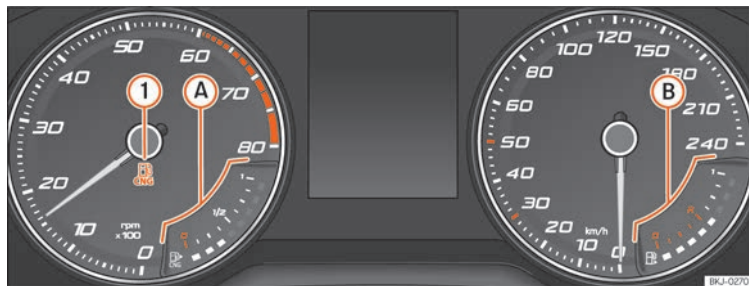

Fig. 75 Cuadro de instrumentos analógico: indicador de nivel de gas natural
Se ilumina en verde »» fig. 75 ①